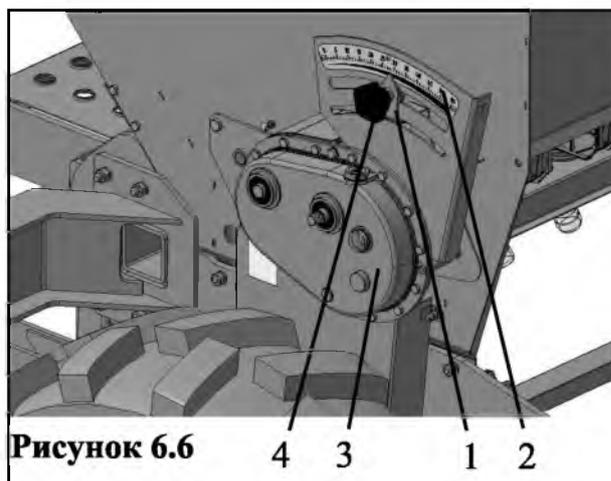
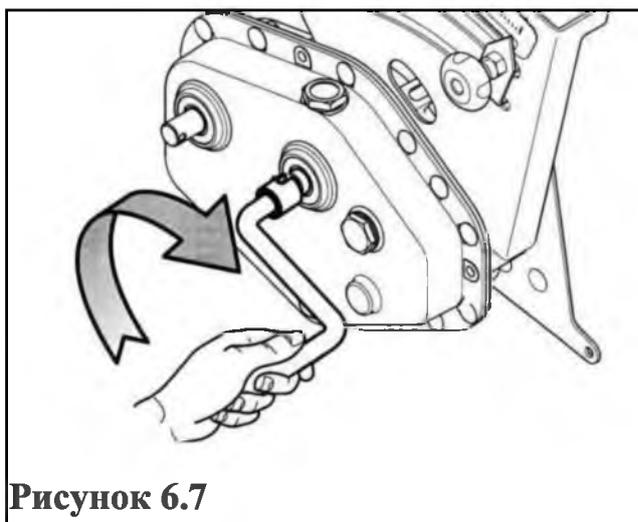

Рисунок 6.6
Рисунок 6.7
6.4.1 Установить указатель 1 на шкале 2 вариатора привода катушек туков 3 (рис. 6.6) (справа на бункере) на необходимое деление. Положение указателя 1 определить по графику 6.3.
**Решение:** Найти на оси «норма» графика 6.3 значение 170, подняться вверх до пересечения с линией графика «удобрения». От точки пересечения, проведённой нами линии с линией графика, провести горизонтальную линию. Этим, мы определим положение указателя 1 (рис. 6.6) на шкале 2 вариатора 3. В данном примере – «25».
Установить указатель 1 на определённое деление шкалы 2 вариатора 3 (рис. 6.6).
**ВНИМАНИЕ:** прокрутить вариатор привода катушек туков 3 (рис. 6.6) рукояткой (прилагаемой к сеялке) по часовой стрелки 12 оборотов (рис. 6.7).